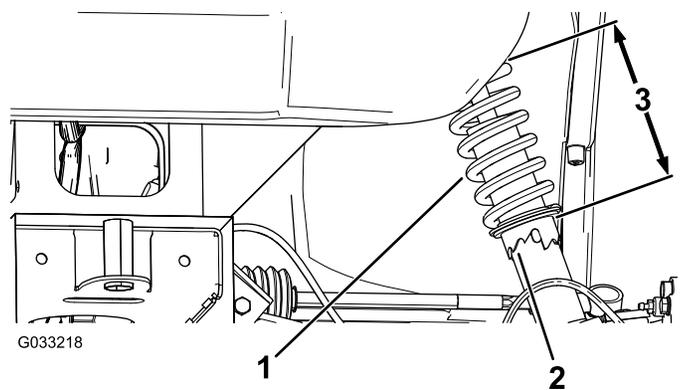

Figura 46
1. Utilizzando l'utensile n. cat. Toro 132-5069, ruotate il collare sull'ammortizzatore per cambiare la lunghezza della molla (Figura 46).